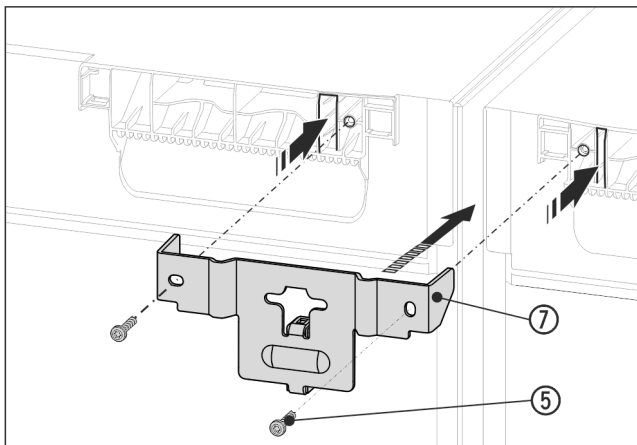

Fig. 16 Représentation à titre d'exemple
- ▶ Pousser l'équerre Fig. 16 (7) avec l'entretoise entre les appareils avec les languettes dans le plafond de l'appareil. Serrer fermement avec 2 vis Fig. 16 (5).